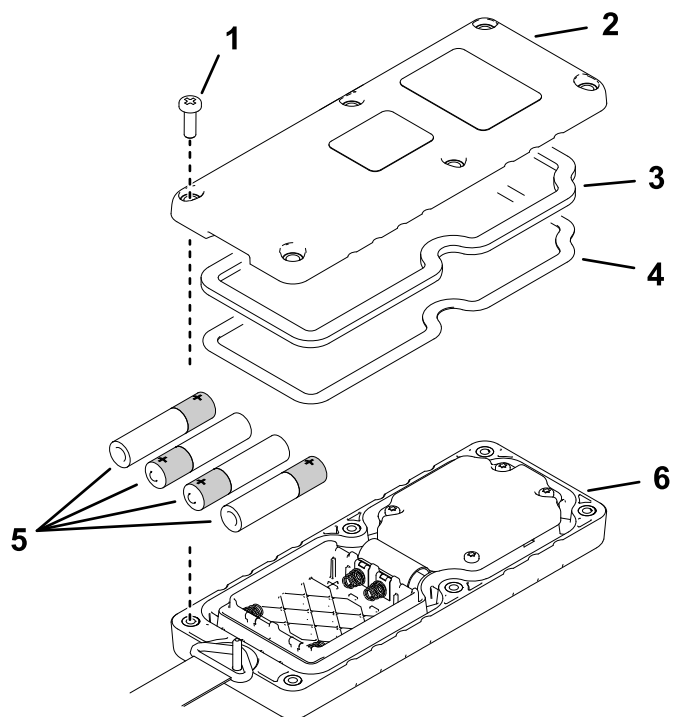

Рисунок 7
2. Вставьте элементы питания в гнезда с клеммами, соблюдая полярность (Рисунок 7).
3. Убедитесь, что стальная прокладка и резиновое уплотнение находятся в канавке пульта дистанционного управления, и установите заднюю крышку на место (Рисунок 7).
4. Закрепите крышку 6 винтами (Рисунок 7) и затяните их с моментом 1,5–1,7 Н·м.